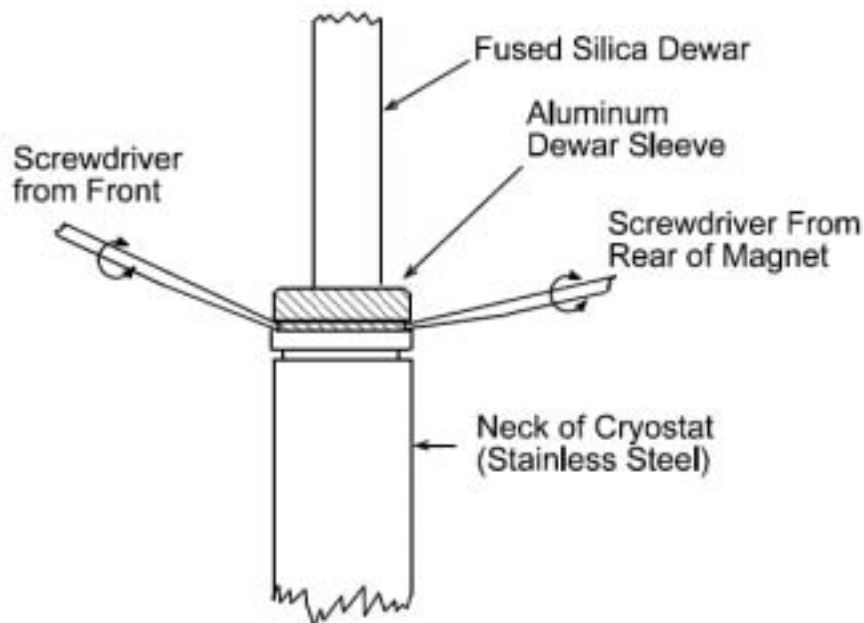

図 9 Dewar Removal Procedure
4、熱電対を図9で示す T1の位置に接続します。
- 4、図9 Dewar Removal Procedure参照し、2本のマイナスのネジ回しをアルミニウムスリーブとクライオスタットのステンレスの首の一番上の間の小さな溝(一箇所は前面もう一箇所は背面)に差し込み、図の様にまわします。